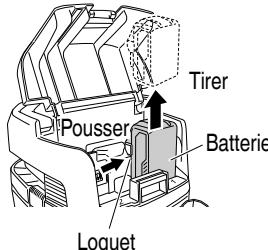

Fig. 10
5. Retrait de la batterie (Fig. 10)